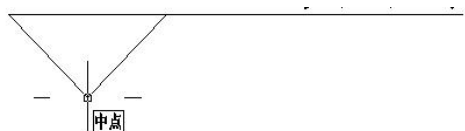

图 8-10 标高线
1、利用[直线]命令，绘制如图 8-10 所示的标高线。单击[绘图]工具栏中的[创建块]按钮，弹出[块定义]对话框。在[名称]文本框中输入“标高线”，如图 8-11 所示，选择绘制的标高线为创建图块对象，选择如图 8-10 所示的中点为基点，单击[确定]按钮，完成图块创建。